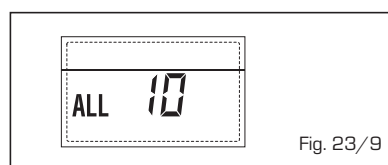

Fig. 23/9
- INTERVENCIÓN SONTA HUMOS "ALL 13" (fig. 23/10)